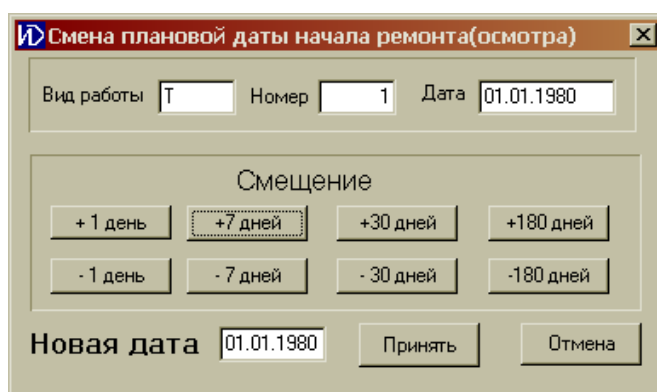

Рис. 4.4.2
- (□)<Смена даты> - вызов окна «Смена даты ремонта» (Рис.4.4.2), используется для изменения даты ремонта в любом режиме работы, например, для оптимизации плана-графика О и Р.